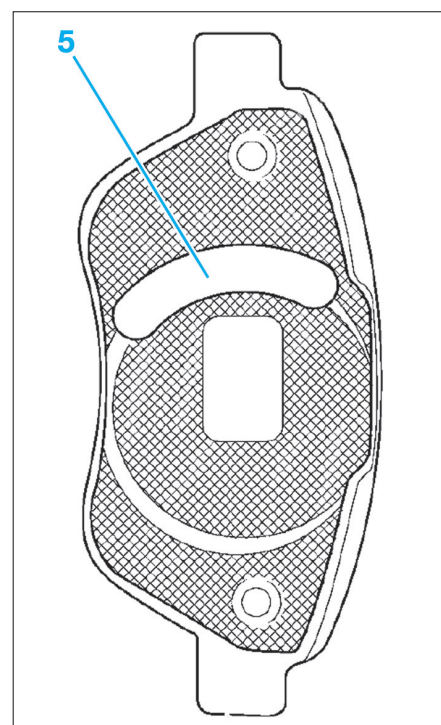

Fig. 4
- Remplacer les agrafes (4).
- Si présent, positionner la plaquette de frein intérieure de manière à ce que la découpe (5) soit orientée vers le haut (Fig.4).